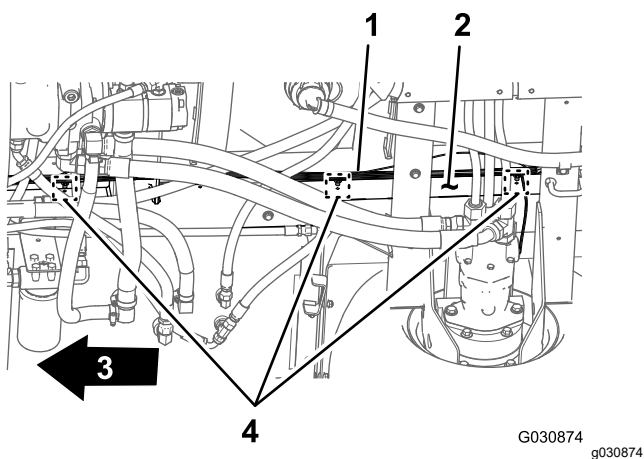

Figura 14
3. Retire las 3 fijaciones a presión que sujetan el arnés de cables trasero a los orificios del larguero derecho del bastidor de la máquina (Figura 14).